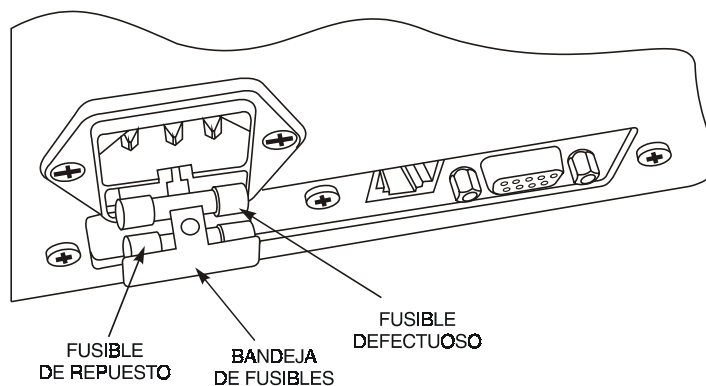

Figura 13. Reemplazo de fusibles
- Asegúrese de que el interruptor de alimentación esté en la posición de apagado (O), y quite el cordón de alimentación de la parte de atrás del mando de la bomba.
- Consulte la Figura 13, y use un destornillador pequeño para sacar la bandeja de fusibles.